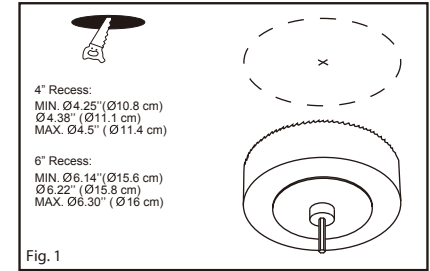

Fig. 1
1. Drill hole in ceiling and prepare supply wires. Install and strip away the outer jacket of the supply wire 6" (15 cm) and strip the individual wires 5/8" (1.6 cm). (Fig. 1)
1. Percez un trou dans le plafond et préparez les câbles d'alimentation. Installer et dénuder la gaine extérieure du câble d'alimentation de 15 cm (6") et dénuder les câbles individuels de 1,6 cm (5/8"). (Fig. 1)